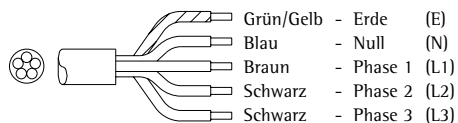

Abb. 5
- (Abb. 5) Bei 380V-415V 3 Phase/null (5-adriges Kabel)